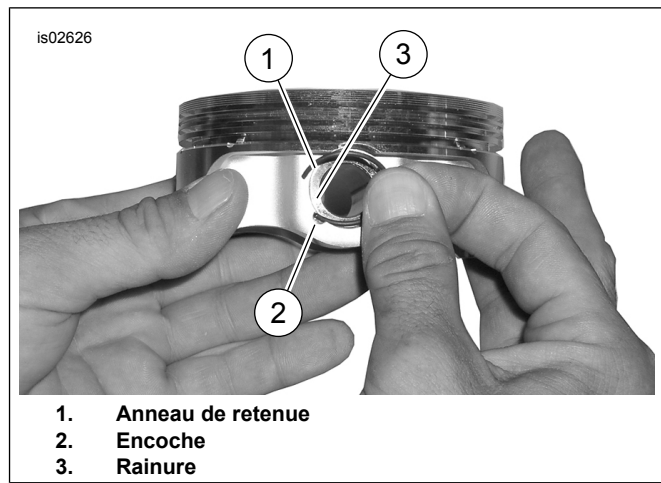

Figure 3. Anneau de retenue et piston
- Voir Figure 3. Insérer l'extrémité ouverte de l'anneau de retenue (1) dans l'encoche (2), sur la rainure (3), autour du bossage de l'axe de piston, de façon que l'ouverture soit à la position de 12 h ou de 6 h une fois installé.